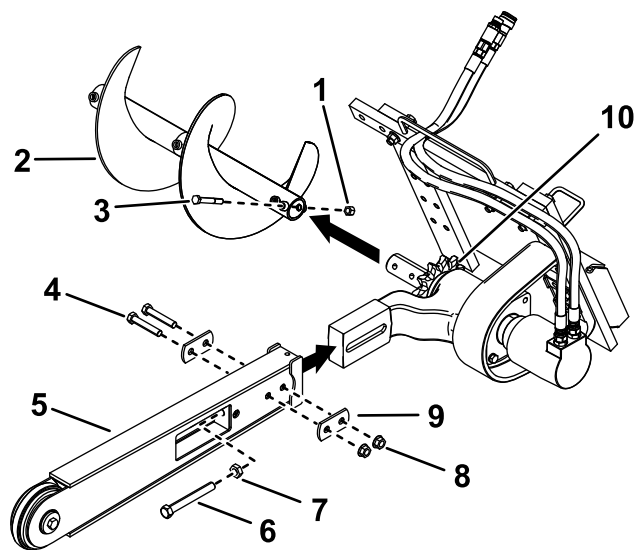

Figura 3
3. Remova o parafuso e porca que prendem a broca de detritos e retire a broca (Figura 3).
4. Retire os dois parafusos (⅝ x 3-½ pol.), duas porcas (⅝ pol.) e duas anilhas duplas das laterais da lança (Figura 3).
5. Desaperte o parafuso de ajuste e porca de retenção (Figura 3).